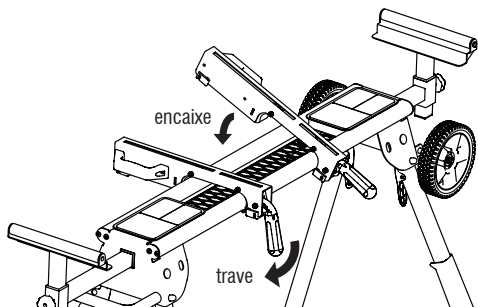

Fig. 7 – Fixação do suporte na bancada
1. Os suportes de montagem de liberação rápida engancham no chassi da serra de esquadria. Usando as alças nos suportes de montagem da liberação rápida, levante a serra de esquadria e posicione a liberação rápida dos suportes de montagem nos suportes da serra de esquadria (Fig. 7).